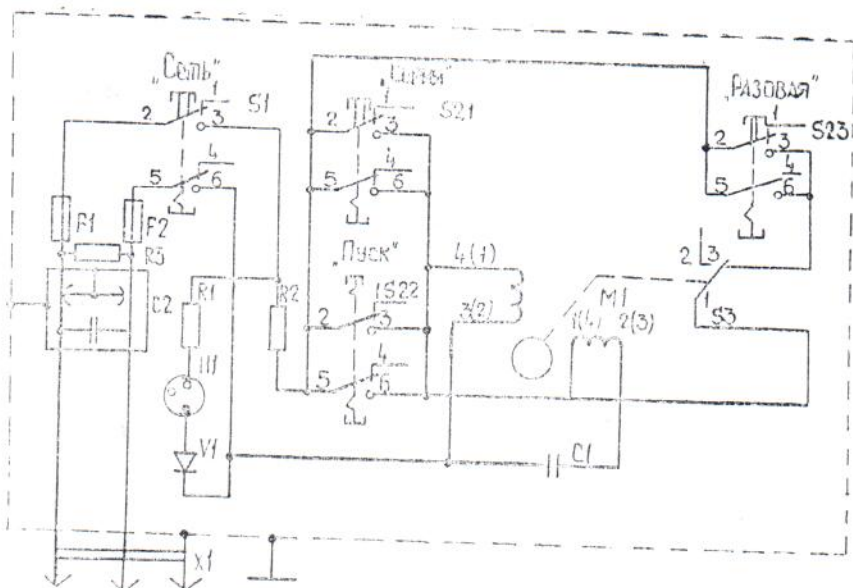

Рис. 2
5.2. Возвратно-поступательное движение поршня обеспечивается электродвигателем *M1* (рис. 2). Дозатор включается нажатием кнопки переключателя *S1* СЕТЬ, при этом начинает светиться индикаторная лампа *И1*.
13.2. При отыскании и устранении неисправностей следует руководствоваться данными раздела 12 и рис. 2.